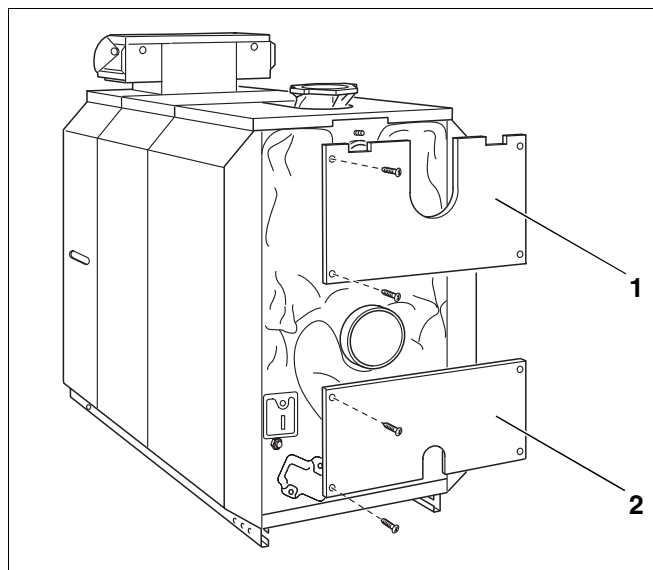

Fig. 46
- Skru den øverste del af bagkappen (Fig. 46, **pos. 1**) fast til toppladen bagtil og til sidekapperne.
- Skru den nederste del af bagkappen (Fig. 46, **pos. 2**) fast til sidekapperne med udskæringen til påfyldnings- og tømningstilslutningen vendende nedad.
Skruerne skjules delvist af dækplader (se forstørrelsen i Fig. 46 på side 25) og kan først løsnes gennem åbningerne i forkappen, når de to forreste dele af sidekappen (med håndhul) er fjernet.